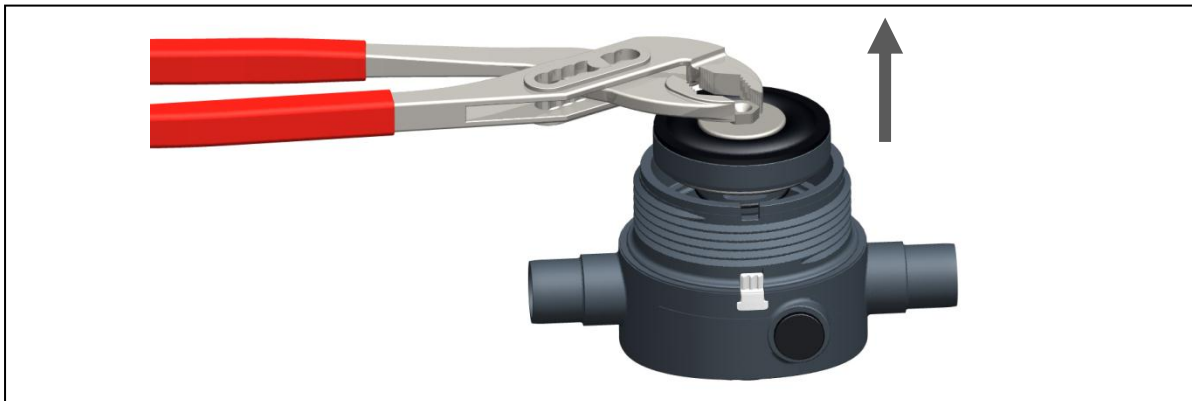

Fig. 9
- ▶ Retirar el cartucho de la pieza de base con una herramienta adecuada (p. ej. unas tenazas), ver la fig. 9